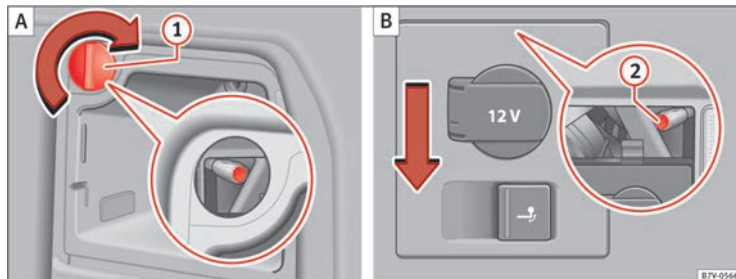

Fig. 214 Nella parte laterale del bagagliaio: Smontare le luci posteriori destra e sinistra. ① rimuovere il cappuccio; ② vite di fissaggio.
4.	Ruotare il cappuccio ⇒ fig. 214 ① di 90° nella direzione indicata dalla freccia e rimuoverlo.
5.	Svitare la vite di fissaggio ⇒ fig. 214 ② utilizzando il cacciavite fornito insieme agli attrezzi di bordo ⇒ pagina 342. La vite rimane nella posizione in cui si trova.